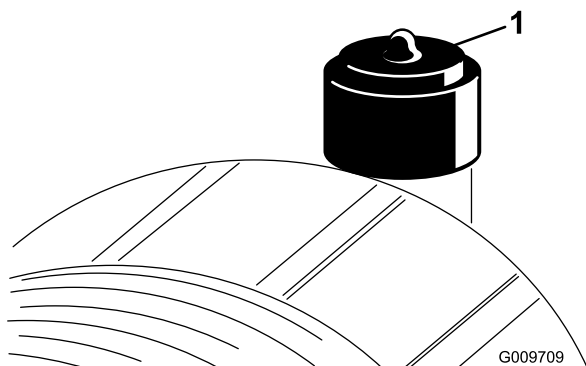

Рисунок 46
Обслуживание фильтра воздухоочистителя следует производить только тогда, когда этого требует индикатор обслуживания (Рисунок 46). Замена воздушного фильтра без необходимости ведет лишь к повышению вероятности попадания грязи в двигатель при извлечении фильтра.
2. Сбросьте показание индикатора (Рисунок 46) при наличии сигнала красного цвета.